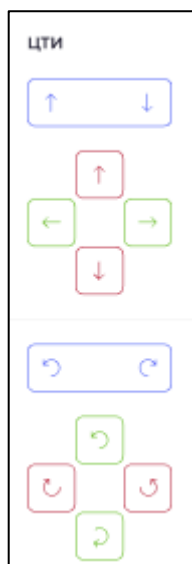

Рисунок II-4 – Область «ЦТИ»
1. Область «ЦТИ» – управление центральной точкой инструмента (ЦТИ) с помощью кнопок со стрелками направления (см. Рисунок II-4).